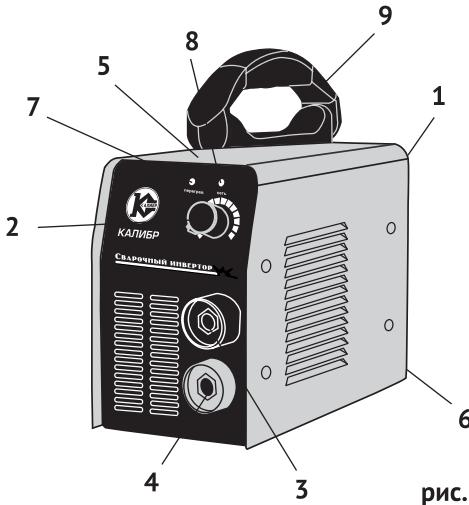

рис. 1
1.8 Общий вид инвертора представлен на рис. 1:
1.9 Узлы инвертора расположены в металлическом корпусе (рис.1 поз. 5) с вентиляционными решётками для отвода тепла. Охлаждение прибора обеспечивают два радиатора и два вентилятора. Ручкой потенциометра (рис.1 поз.2) регулируется ток сварки, в зависимости от диаметра электрода и свариваемого материала.
Выключатель (рис.1 поз.1) имеет два фиксированных положения «I» - включено и «0» - выключено.
3.4.1 Сварочный кабель с электрододержателем подключается к быстрозажимной клемме «плюс» (рис.1 поз.4), за исключением случая использования кислотных электродов. В любом случае, сначала ознакомьтесь с инструкцией на упаковке электродов.
3.4.2 Кабель массы подключается к быстрозажимной клемме «минус» (рис.1 поз.3) и крепится к рабочей поверхности, как можно ближе к месту сварки.
4.1 В большинстве случаев электрод подключается к быстрозажимной клемме «плюс» (рис.1 поз.4), однако есть некоторые виды электродов, подключаемых к быстрозажимной клемме «минус» (рис.1 поз.3), поэтому подключать сварочные кабели следует в соответствии с полярностью аппарата «+» и «-» и типом электродов.
4.4 Ток сварки регулируется с помощью ручки потенциометра (рис.1 поз.2).